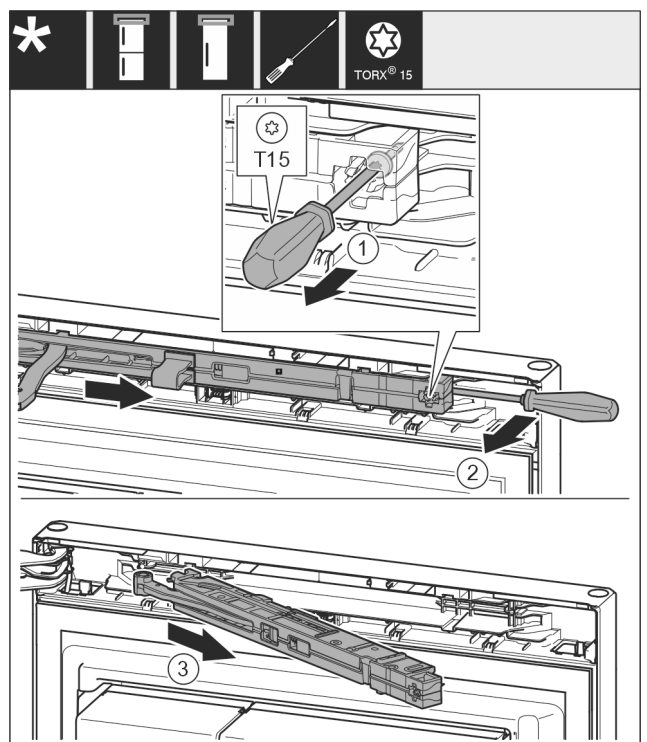

Fig. 10
- ▶ Skrutku na tľmiči uzatvárania uvoľnite skrutkovačom T15 o cca 14 mm. Fig. 10 (1)
- ▶ Skrutkovač zasunúte na strane držadla za jednotku tľmiča uzatvárania a otočte jednotku dopredu. Fig. 10 (2)
- ▶ Vytiahnite jednotku tľmiča uzatvárania. Fig. 10 (3)